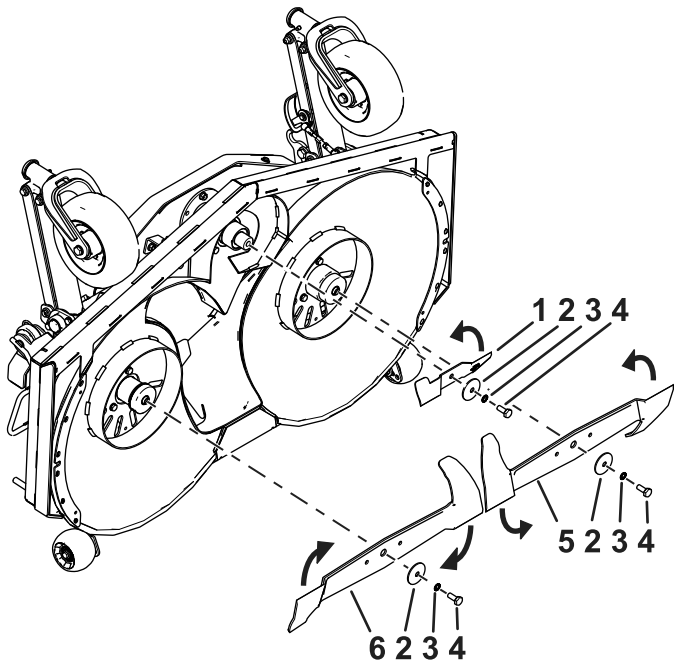
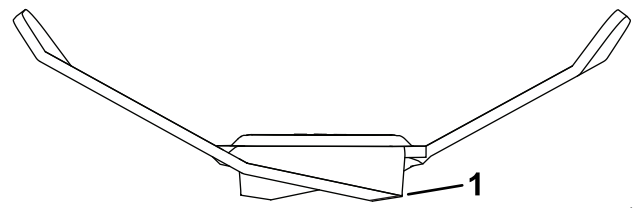

Bild 89
Bild 90
2. Untersuchen Sie die Schnittkanten (Bild 89 und Bild 90).
2. Entfernen Sie die Messerschraube, die gefederte Sicherungsscheibe, die Wellenscheibe und das Messer von der Spindelwelle (**Bild 89**).
1. Schärfen Sie die Schnittkante an beiden Enden des Messers mit einer Feile oder einem Werkzeug zum Schärfen (**Bild 90**).
Hinweis: Siehe **Bild 89** für die korrekte Drehung und Installation der Messer.
2. Befestigen Sie das Messer mit der vorher entfernten Messerschraube, der gefederten Sicherungsscheibe und der Wellenscheibe (**Bild 89**).